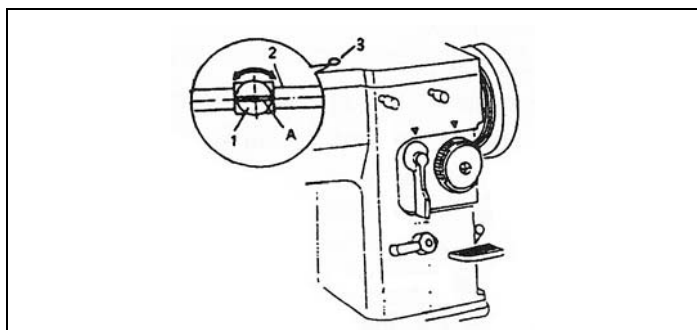

Fig. 23
18. AJUSTE DA LUBRIFICAÇÃO (Fig. 23)